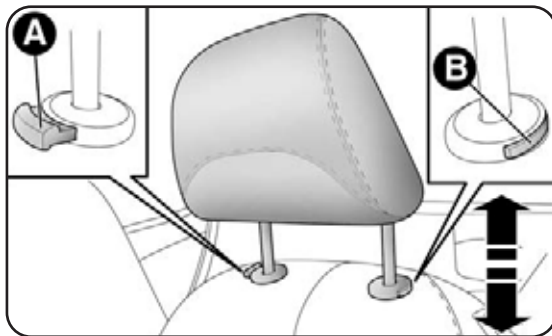

fig. 24
- regolazione verso il basso: premi il tasto A-fig. 24 e abbassa l'appoggiatesta.
- premi i tasti A e B-fig. 24 quindi rimuovi gli appoggiatesta sfilandoli verso l'alto.